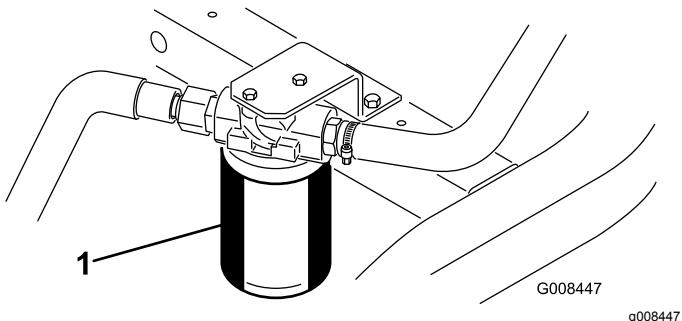

Figura 49
1. Pulite la superficie circostante il filtro (Figura 49). Collocate una bacinella di spugno sotto il filtro e togliete il filtro.